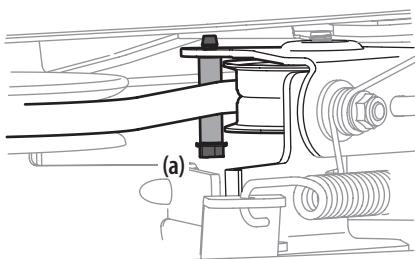

Figure 34
6. Retirez le porte-courroie (30" seulement) en retirant le boulon hexagonal (a). Voir la Figure 34.